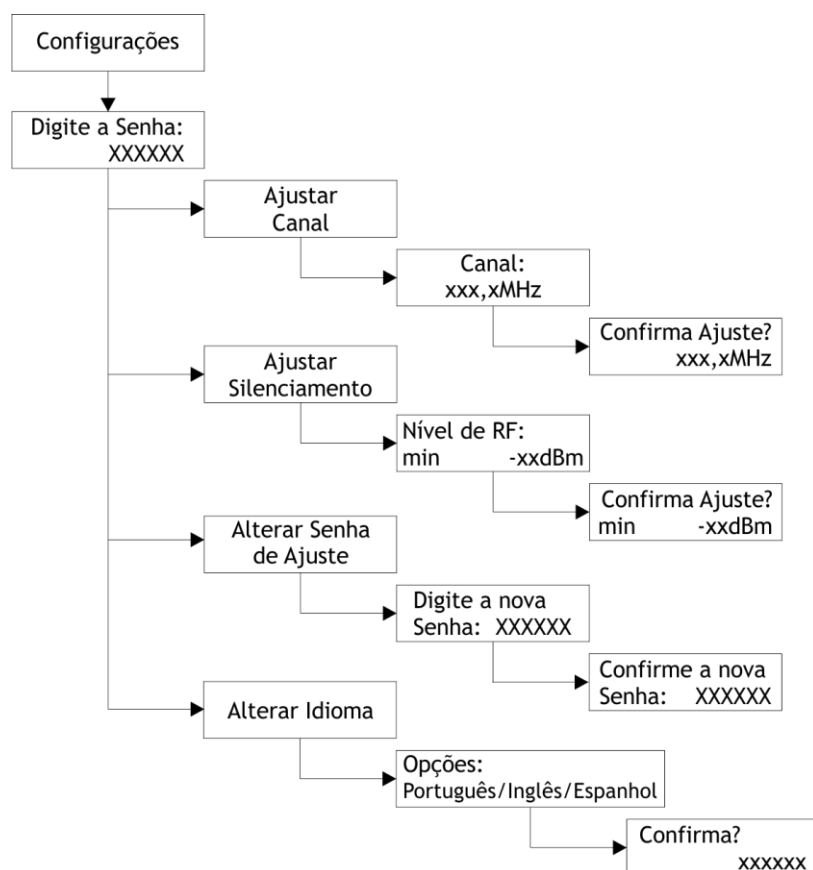

Figura 12: Submenus do Submenu Configurações
Nos submenus expostos na **Figura 12**, há a possibilidade de realizar todas as configurações de operação do equipamento, que são armazenadas independente umas das outras. Por se tratar de configurações que alteram o modo de operação do mesmo, este submenu é protegido por senha (vide **item 3.3.4.1** para maiores detalhes).
Ao acessar o menu de configurações, é solicitado ao usuário que digite uma senha de 6 caracteres (numéricos de 0 a 9). Trata-se da senha de ajuste que vem padronizada pela empresa em "0 0 0 0 0 0". Após o primeiro acesso, é fortemente recomendado ao proprietário ou técnico responsável pelo equipamento que altere a mesma (através da opção "Alterar Senha de Ajuste" dentro do submenu de "Configurações" - **Figura 12**), para evitar que o uso por pessoas não autorizadas possa causar problemas futuros.